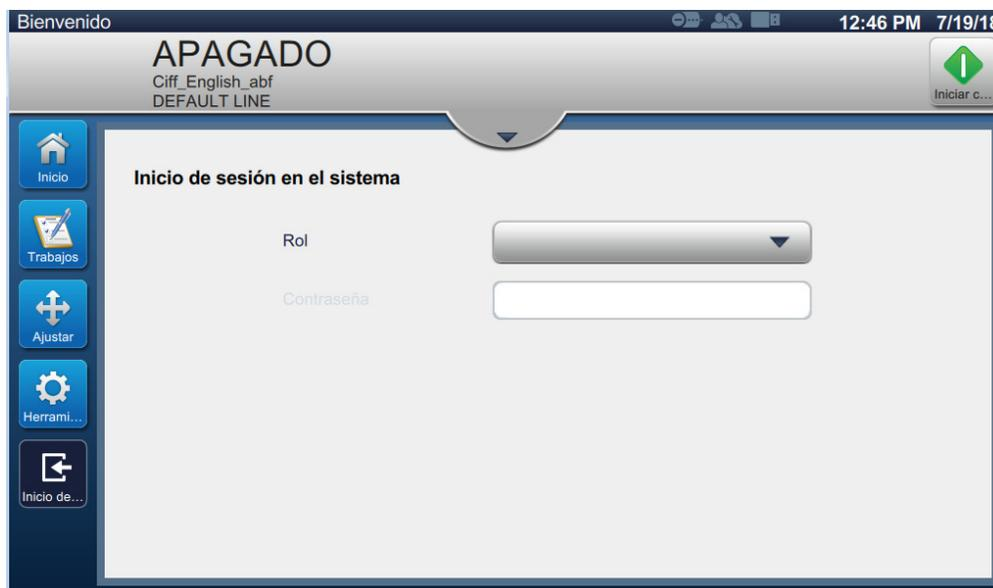

Figura 4-2. Pantalla de inicio de sesión
1. Pulse el botón  para abrir la pantalla de inicio de sesión en el sistema, como se muestra en la Figura 4-2.